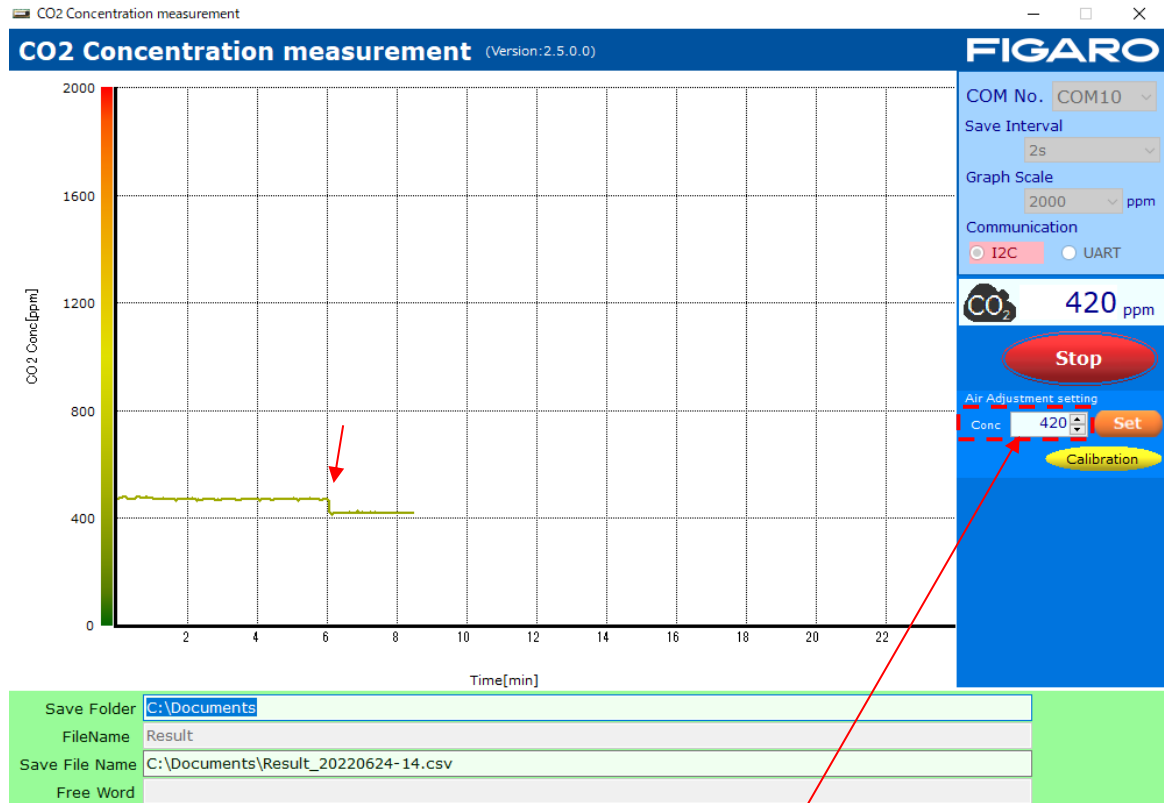

図 12 Air Adjustment の実行例
センサモジュールの個体差を調整したい場合には、アプリ画面上の Air Adjustment setting を使用します。図 12 は、雰囲気気濃度を 420ppm とした場合の一例です。濃度既知のガスを使用される場合、そのガス濃度を Conc. 設定値としてください。
- ① 画面上で Conc. の設定値を雰囲気気濃度（図 12 の例では 420ppm）に合わせてから [Set] ボタンを押します。
- ② 雰囲気気濃度で CDM7162 の濃度出力が十分安定していることを確認後、[Calibration] ボタンを押します。
(図 12 では、6 分経過した時点で [Calibration] ボタンを押した場合の例です)